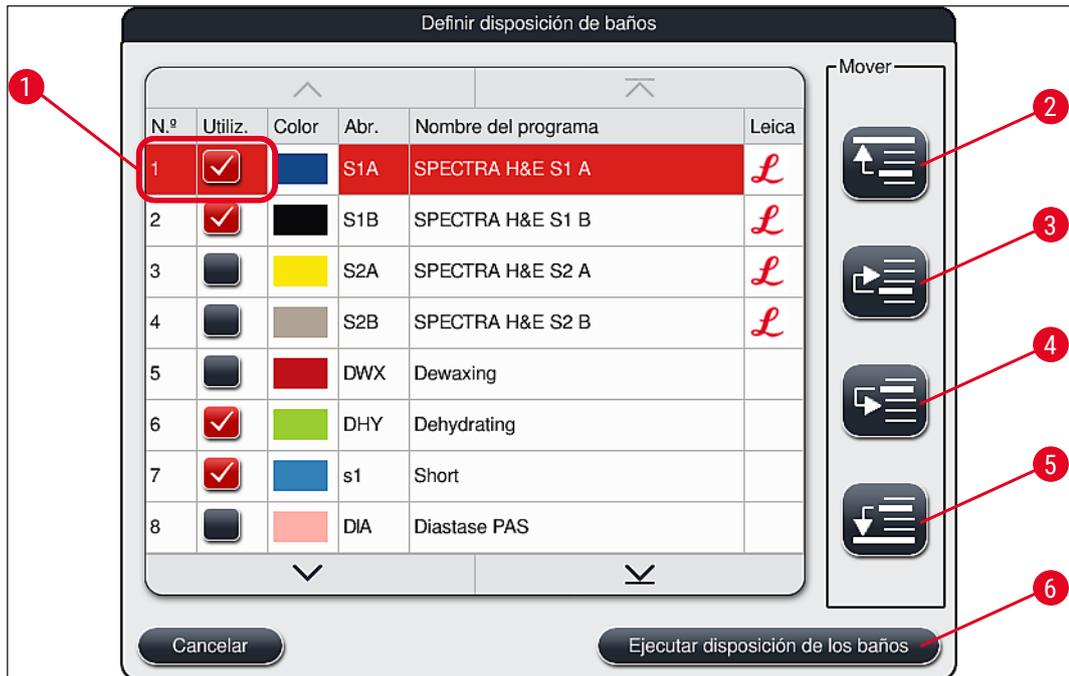

Fig. 50
- Pulse **Continuar** (→ "Fig. 52-4") para continuar o **Cancelar** (→ "Fig. 52-5") para volver a la selección de programas (→ "Fig. 50").